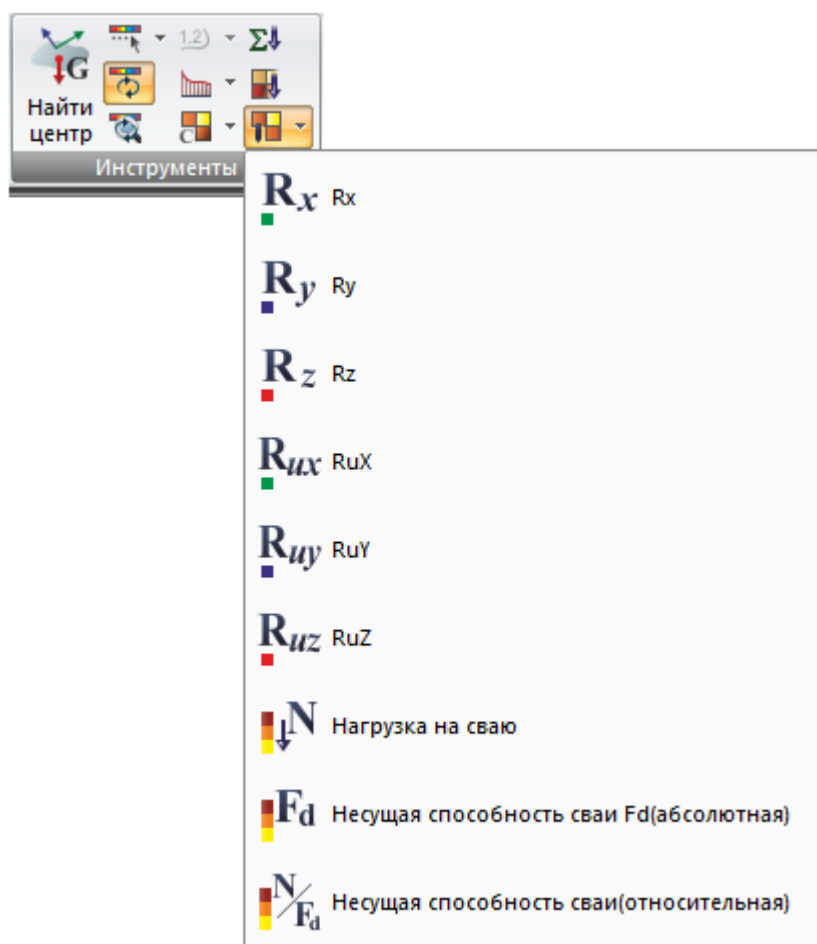

Рис. 45. Раскрывающийся список **Мозаика жесткостных характеристик свай**
**Мозаика жесткостных характеристик свай** (рис.45) – раскрывающийся список. Просмотр мозаик вычисленных или заданных жесткостных характеристик свай (КЭ 57), а также несущей способности свай:
Панель **Таблицы** (рис.45) содержит следующие команды: